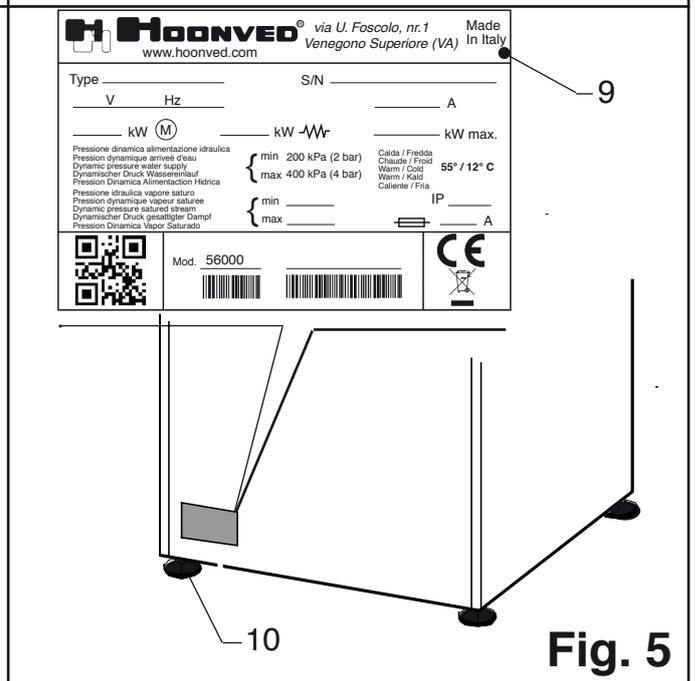

Fig. 5
3.1.c. Conexión eléctrica (Fig.5)
- **Antes de realizar la conexión eléctrica es preciso cerciorarse de que los datos de la línea de alimentación coincidan con los indicados en la placa de identificación (pos. 9 fig.5) y que el interruptor general de alimentación eléctrica situado en la parte superior de la máquina esté desconectado "O" OFF.**
- **Conectar el cable (14) de alimentación eléctrica al interruptor general que se encuentra en la parte superior de la máquina.**
- **Conectar la placa de conexión a tierra equipotencial al borne (15).**